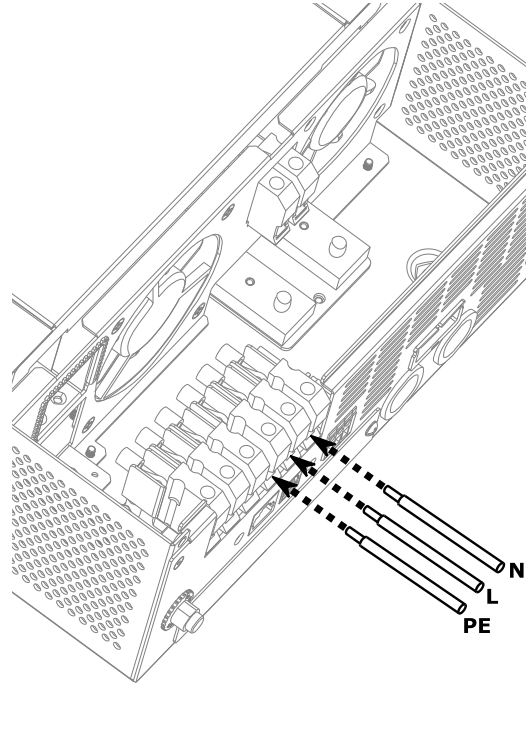

Abbildung 8: Leiterverbindung AC Ausgang
4. Verbinden Sie das PE-Kabel (- Schutzerde) des AC-Eingangs (Abbildung 7) mit der entsprechenden Klemme am Wechselrichter und den PE-Leiter (- Schutzerde) des AC-Ausgangs (Abbildung 8) mit der entsprechenden Klemme am Wechselrichter Wandler. Ziehen Sie die Anschlussklemmen mit einem Drehmoment von 1,2 Nm an.
5. Verbinden Sie die Leiter L (Phase) und N (Neutralleiter) mit den jeweiligen Klemmen AC-Eingang (Abbildung 7) und AC-Ausgang (Abbildung 8). Ziehen Sie die Anschlussklemmen mit einem Drehmoment von 1,2 Nm an.